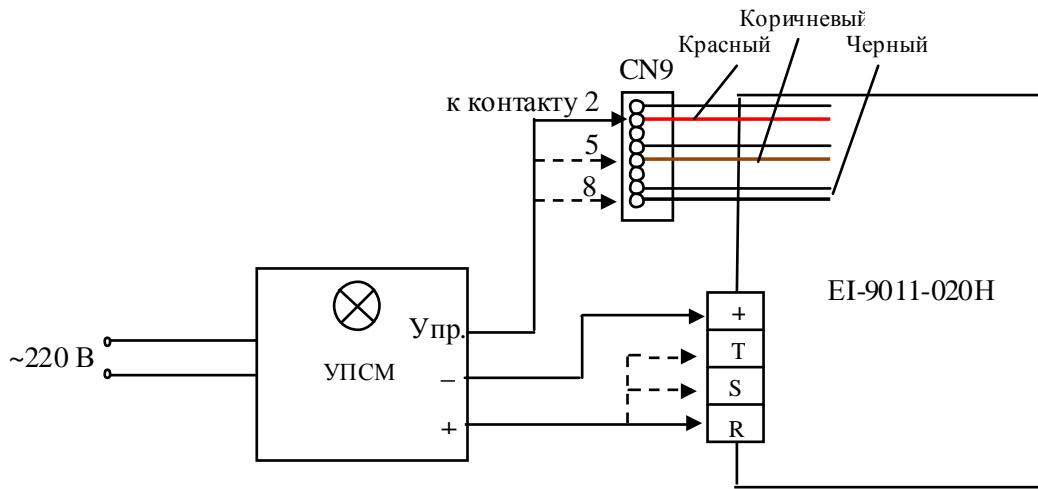
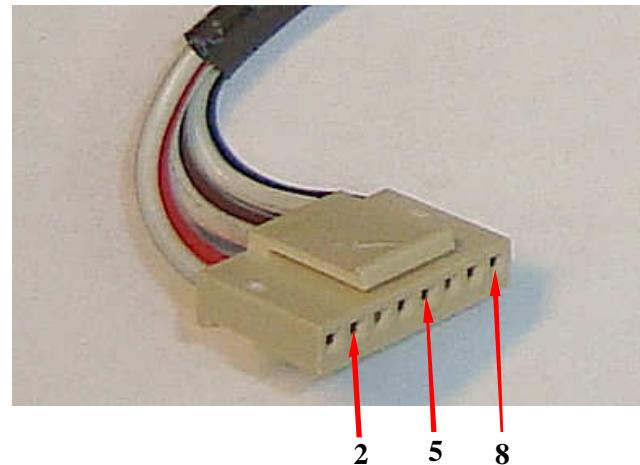

Рис. 4.7. Схема проверки тиристоров входных модулей.
Рис. 4.8. Нумерация контактов разъема CN9
4.7.8. Выполнить проверку тиристора модуля SKKH91/16 Е канала R. Соединить выход «+» УПСМ с клеммой R преобразователя, выход «-» УПСМ с клеммой «+» преобразователя, а выход «Упр.» УПСМ с 2-м выводом (красный провод) розетки разъема CN9 преобразователя (рис.4.7). Нумерация контактов разъема CN9 представлена на рис. 4.8.